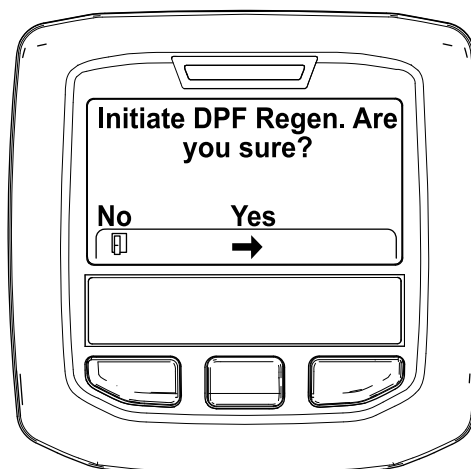

Figura 47
4. Quando surgir a mensagem "Initiate DPF Regen. Are you sure?" (Iniciar Regen. DFP. Tem a certeza?), prima o botão central (Figura 47).